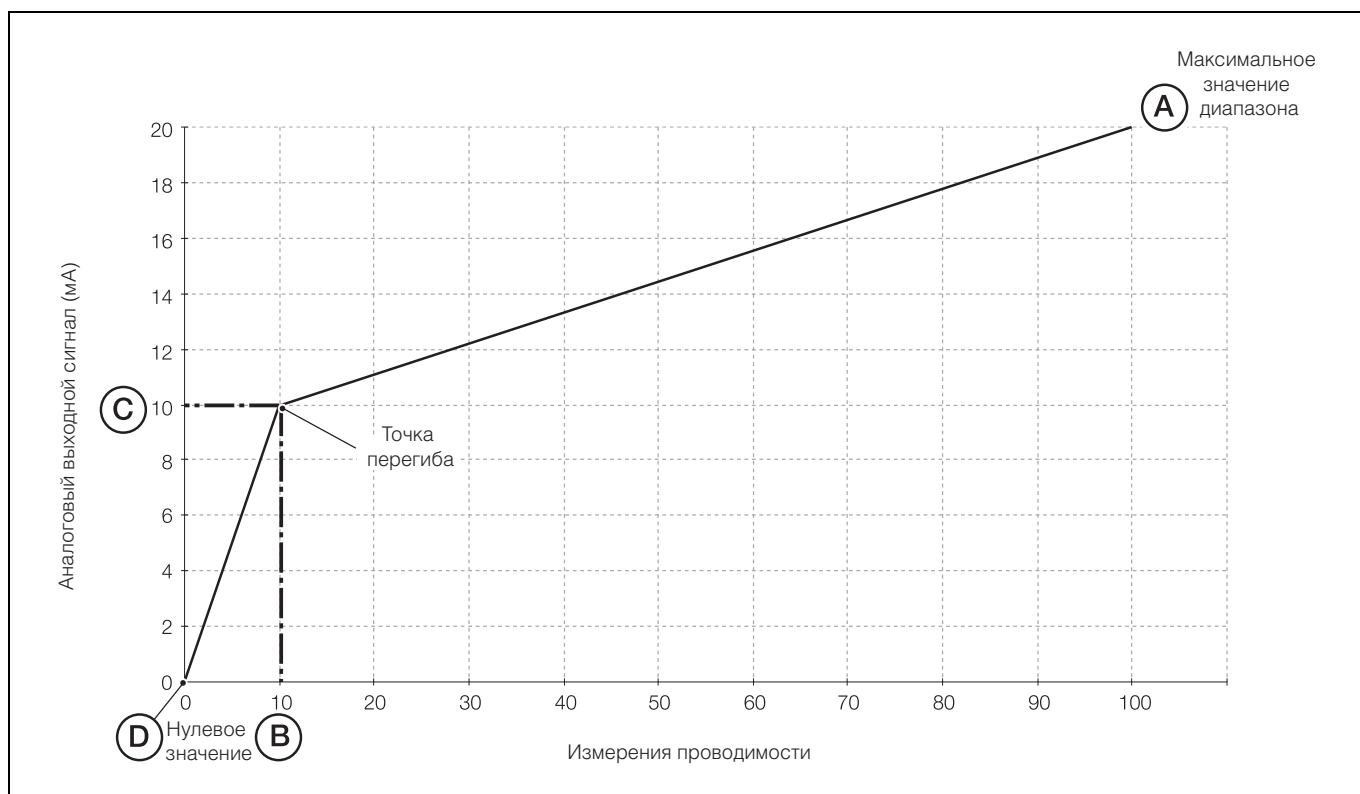

Рис. 5.6 Билинейная зависимость выходного сигнала
- Bi-Lin** – Билинейная кривая – см. Рис. 5.6 на странице 39
В верхней строке дисплея поочередно выводятся надписи **uS/cm** (**мкСм/см**) и **Adjust** (**Регулировка**). Используйте клавиши и , чтобы задать для выведенного параметра требуемое значение верхнего предела измерений. Это Точка А на Рис. 5.6.
В средней строке дисплея поочередно выводятся надписи **uS/cm** и **Adjust**. Используйте клавиши и , чтобы задать для выведенного параметра требуемое нулевое значение. Это Точка D на Рис. 5.6.
В верхней строке дисплея поочередно выводятся надписи **uS/cm** и **Adjust**. Используйте клавиши и , чтобы задать для выведенного параметра требуемое нулевое значение. Это Точка В на Рис. 5.6.
В средней строке дисплея поочередно выводятся надписи **mA** и **Adjust**. Используйте клавиши и , чтобы задать для выведенного параметра требуемое нулевое значение. Это Точка С на Рис. 5.6.
5.6.1 Билинейная зависимость выходного сигнала – Рис. 5.6